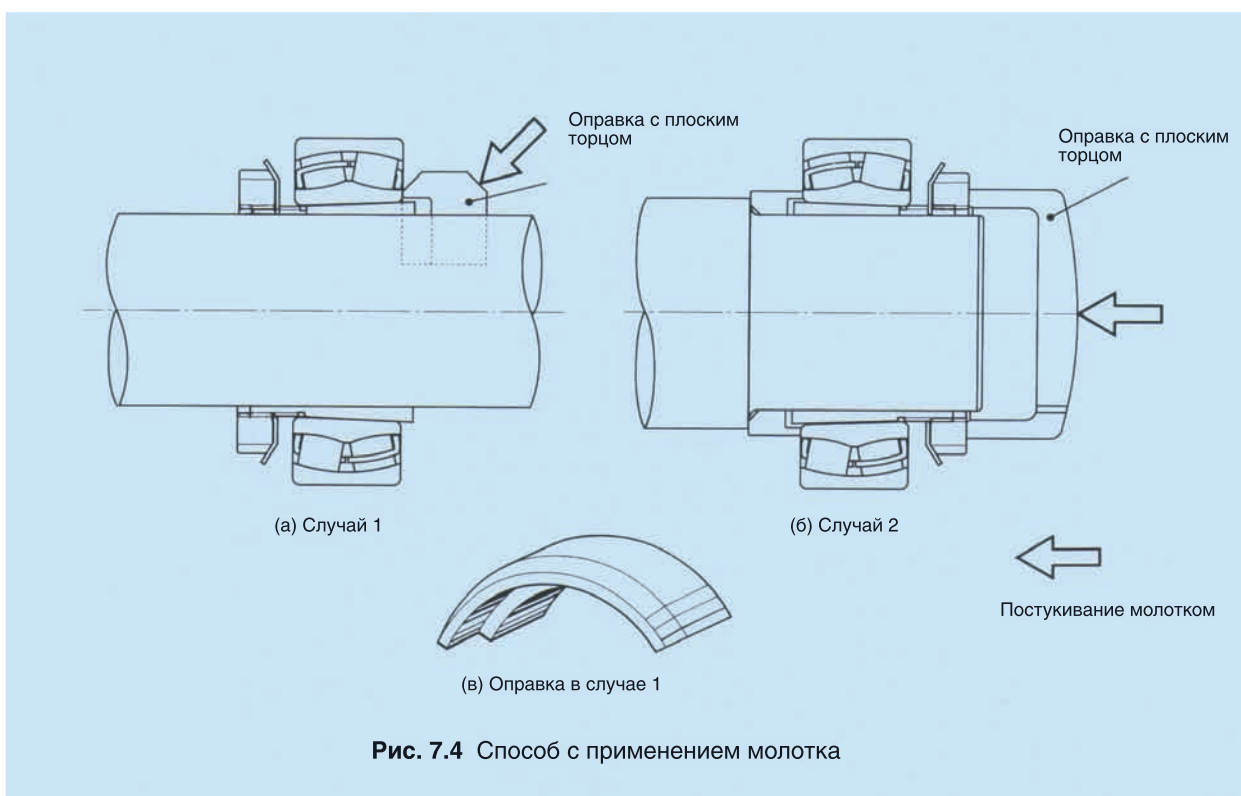

Рис. 7.4 Способ с применением молотка
7.2.2 Способ с применением молотка (рис. 7.4)
Последовательность действий (Вариант 1: В случае гладкого вала **рис. 7.4 (а)**)
Последовательность действий (Случай 2: При применении дистанционного кольца **рис. 7.4 (б)**)